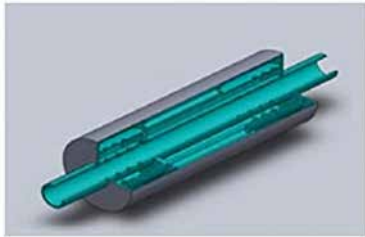

Рисунок 1 – Трубное исполнение
- трубные (диаметры присоединяемых трубопроводов 10–100 мм) (рис. 1);